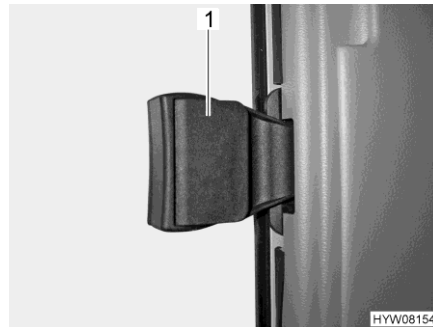

Fig. 60 Ventana del acompañante
- Abatir el tirador (Fig. 60,1) hacia fuera.